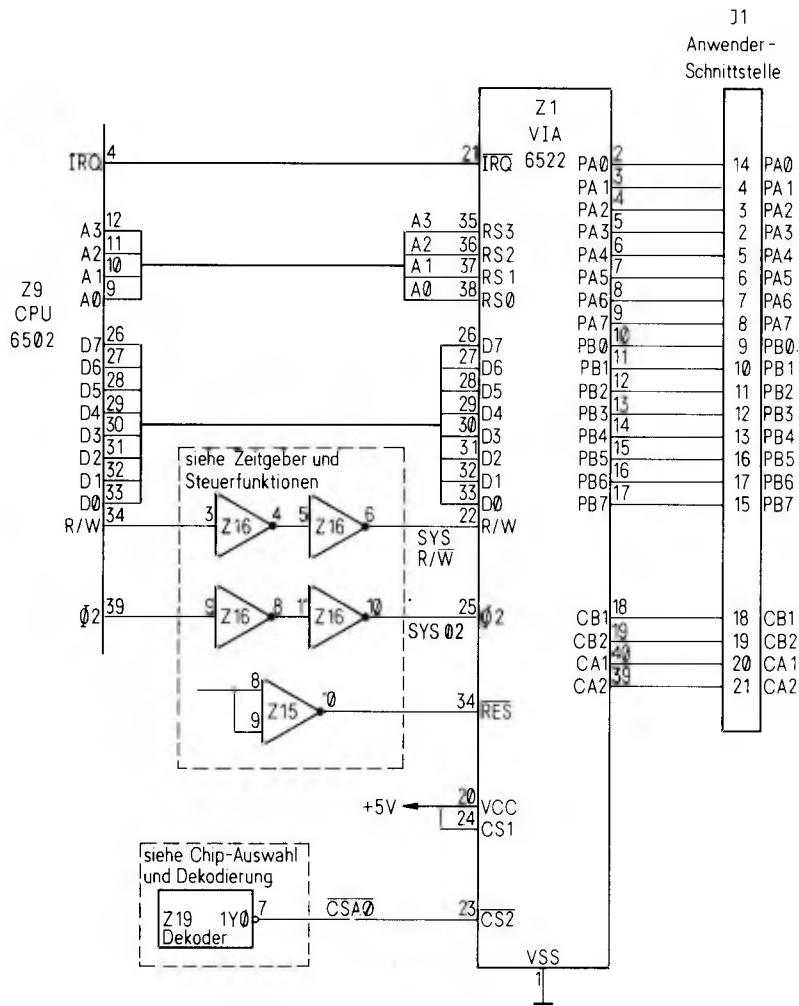

Abbildung 5-11 Anwender 6522-Schnittstellenzeichnung
Die Anwender 6522 VIA (ZI) Schnittstelle mit der J1-Applikationsmesserleiste wird in Abbildung 5-11 gezeigt. Die gesamten Fähigkeiten des 6522 stehen für die vom Anwender definierten Anwendungen zur Verfügung.